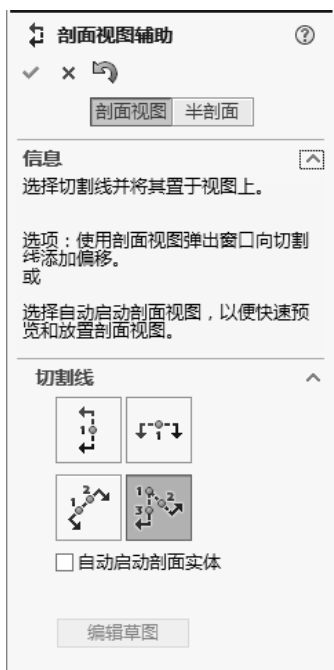
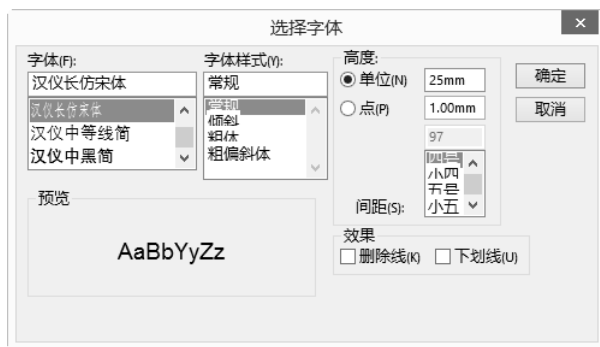
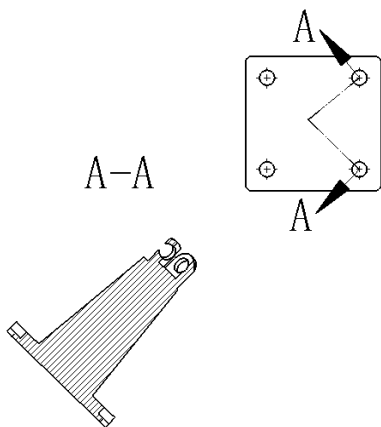

图 12-23 “剖面视图辅助”属性管理器
图 12-24 “选择字体”对话框
图 12-25 创建旋转剖视图
3) 创建旋转剖视图 选择菜单栏中的“插入”→“工程图视图”→“旋转剖视图”命令,或者单击“视图布局”控制面板中的中的 (旋转剖视图)按钮,会出现“剖面视图辅助”属性管理器,如图 12-23 所示。在属性管理器中设置各参数,在 (标号)图标右侧文本框中输入剖视图名称“A”,取消“文档字体”复选框的选择,单击按钮,弹出“选择字体”对话框,设置“高度”值,如图 12-24 所示。单击属性管理器中的 (确定)按钮,这时会在视图中显示剖视图,如图 12-25 所示。